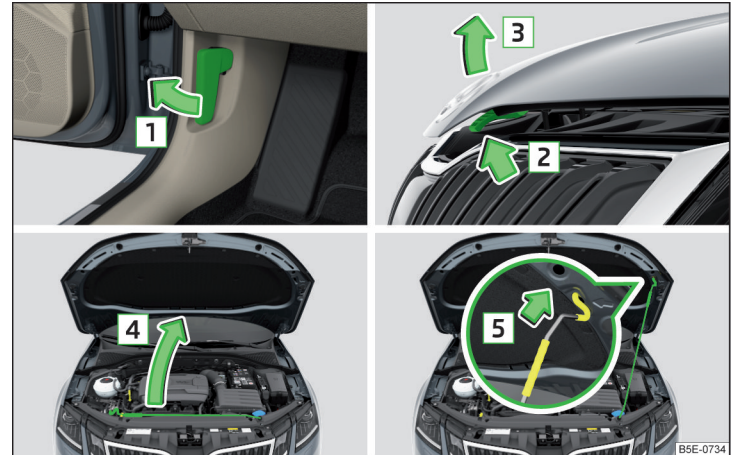

Abb. 316 Motorraumklappe öffnen
- Die Vordertür öffnen und am Entriegelungshebel unterhalb der Schalttafel in Pfeilrichtung **1** ziehen » Abb. 316.